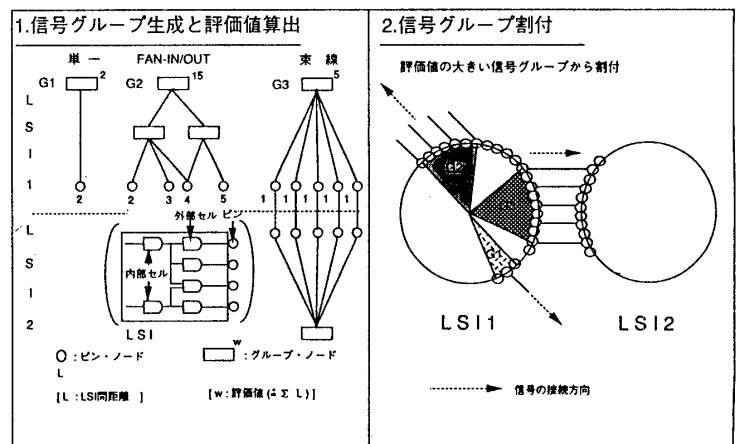

図4 グループ・ピン割付
(1)概略割付：配線長短縮と同時切替制約を考慮してピンの仮位置を決定するグループ・ピン割付手法を考案した(図4)。以下にこの手法について述べる。